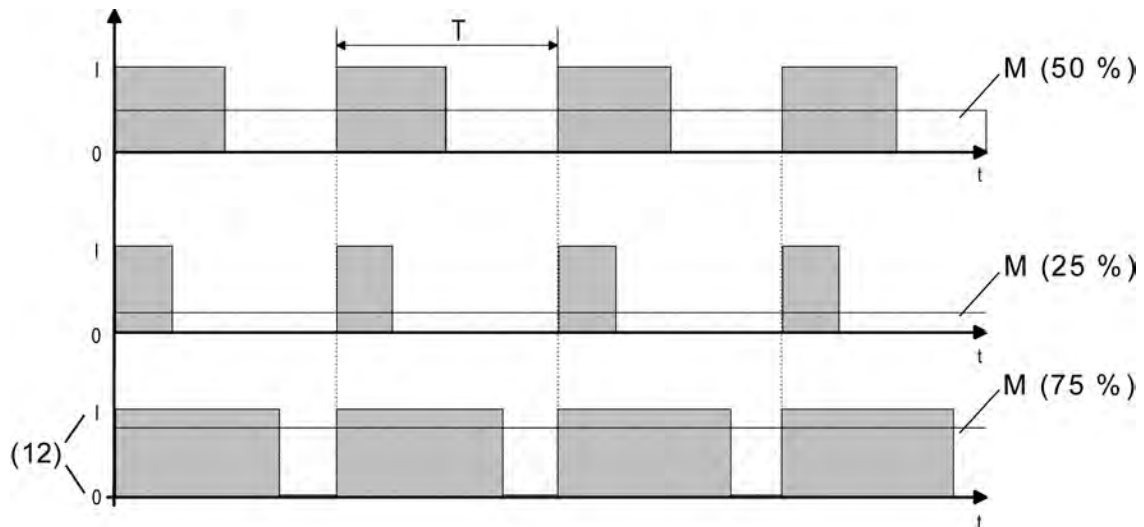

Bild 39: Pulsweitenmodulation eines Ventil-Ausgangssignals
Sobald das Gerät eine stetige Stellgröße oder einen in der ETS konfigurierten stetigen Ventil-Sollpositionswert am Ventilausgang einstellen soll, moduliert es das Ausgangssignal über die Einschalt-Pulsweite. Der aus dieser Modulation resultierende Mittelwert (M) des Ausgangssignals ist unter Berücksichtigung der im Gerät einstellbaren Zykluszeit (T) ein Maß für die gemittelte Ventilstellung des Stellventils und somit eine Referenz für die eingestellte Raumtemperatur (Bild 39).